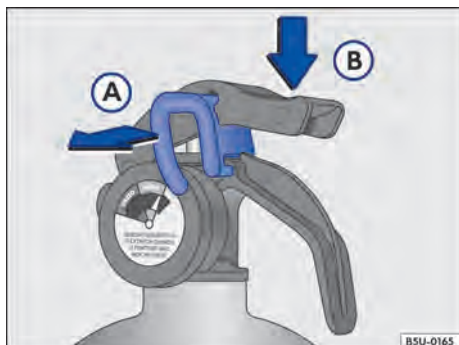

Fig. 151 Sequência de utilização do extintor de incêndio.
- Puxar a trava \Rightarrow Fig. 151 A para romper o lacre.
- Apertar o gatilho \Rightarrow Fig. 151 B espalhando o pó.